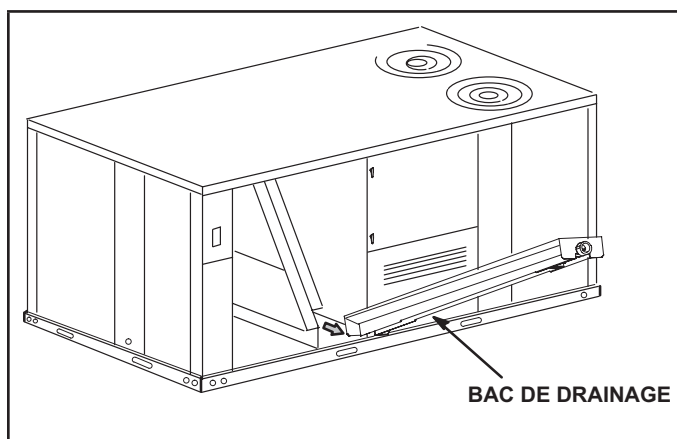

FIGURE 9
- 5 - Soulevez le bord avant du bac de drainage (pour passer au-dessus de l'obturateur de drainage inférieur) et faites glisser le bac hors de l'appareil. Reportez-vous à la FIGURE 9.